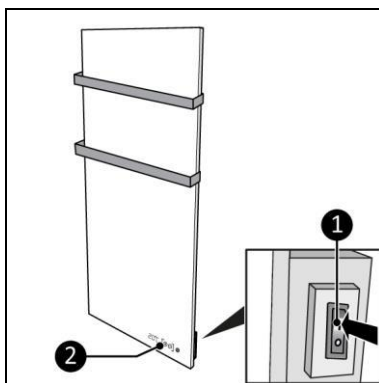

Figure 14
1. Mettez le commutateur ON/OFF sur la position ON (figure 14, pos. 1).
2. Le panneau de commande et l'écran (figure 14, pos. 2) s'allument.